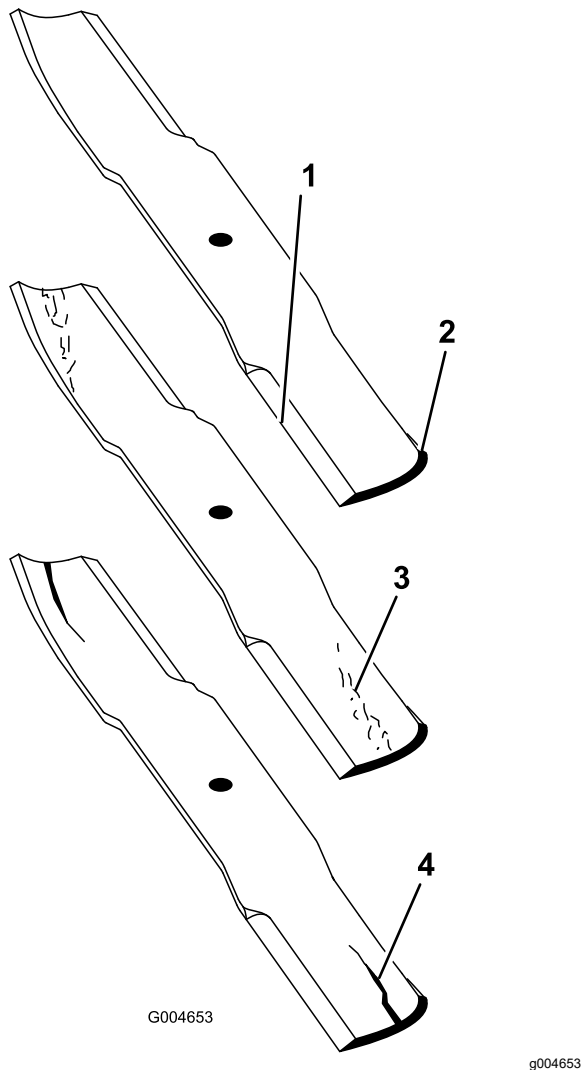

Рисунок 127
- Осторожно проверьте режущие кромки ножей, особенно в точке соединения плоской и изогнутой частей ножа (Рисунок 127).
Примечание: Так как песок и абразивные материалы могут вызвать износ металла, соединяющего плоскую и изогнутую части ножа, проверьте нож перед использованием газонокосилки. В случае обнаружения износа (Рисунок 127) замените нож.